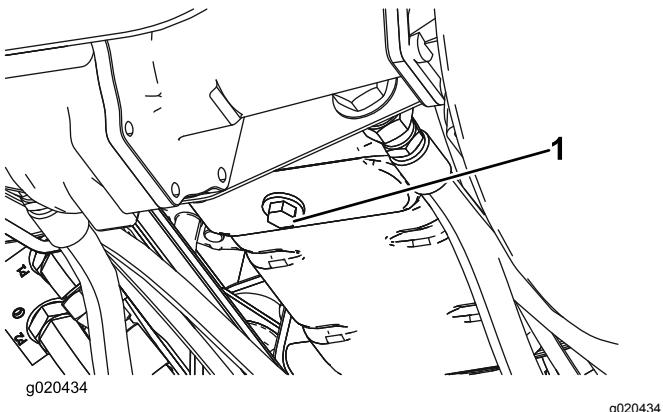

Bild 75
1. Entfernen Sie die Ablassschraube (Bild 75) und lassen Sie das Öl in die Auffangwanne ab. Schrauben Sie die Ablassschraube wieder ein, nachdem das Öl abgelaufen ist.